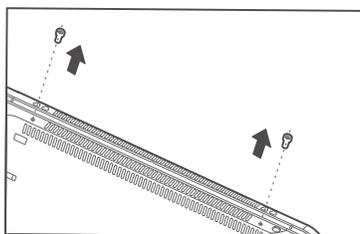

图1
- 1 如图1所示，将机身翻转，底部朝上，将随机携带的2颗螺钉拧出。